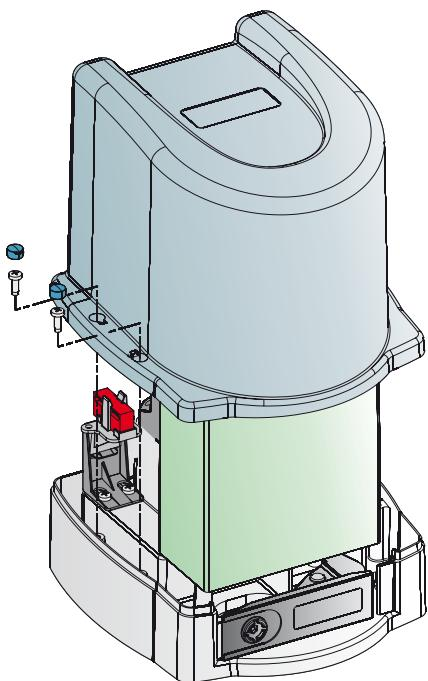

Fig. 15
- Zet, na het automatische systeem te hebben getest (par. 5), de beschermingskap op de aandrijving met behulp van de bijgeleverde schroeven zoals aangeduid in fig. 15.